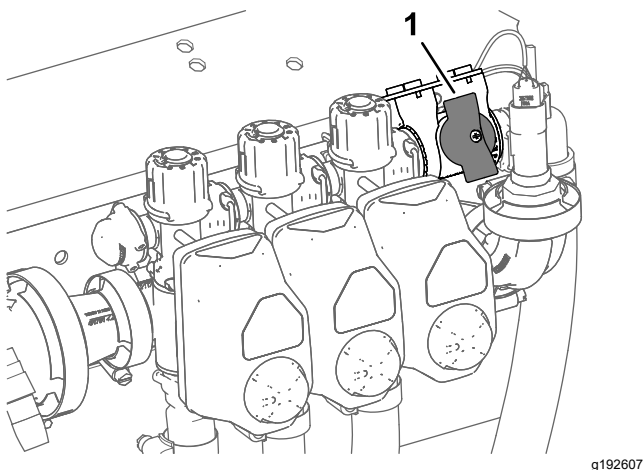

Figura 43
4. Pentru mainile utilizate în modul de rată de aplicare, asigurai-vă că butonul pentru supapa de închidere de bypass pentru seciune se află în poziția închisă (Figura 43).
5. Pentru mainile utilizate în modul de rată de aplicare, asigurai-vă că supapa de închidere de bypass pentru seciune este închisă (Figura 43).